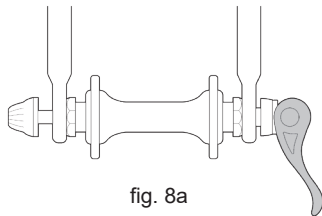

fig. 8a
2. Setzen Sie das Rad bei geradeaus gerichteter Lenkgabel so in die Gabelblätter ein, dass die Achse fest am obersten Teil der Gabel-Dropouts anliegt. Der Spannerhebel (falls vorhanden) sollte sich von der Fahrerposition aus betrachtet auf der rechten Seite des Fahrrads befinden (Abb. 8a). Für den Fall, dass Ihr Fahrrad mit einer sekundären Haltevorrichtung vom Clip-Typ ausgestattet ist, lösen Sie diese bitte.
3. Sollten Sie über einen traditionellen Spannsystem verfügen, halten Sie den Spannerhebel mit Ihrer rechten Hand in der Position "OFFEN" (Abb. 11b) und ziehen Sie gleichzeitig die Stellmutter mit Ihrer linken Hand an, bis diese handfest angezogen gegen den Gabel-Dropout drückt (Abb. 8a). Bei einem Spanner-und-Außenring-System rasten die Stellmutter und der Außenring im versenkten Bereich der Gabel-Dropouts ein, sodass keinerlei Einstellung erforderlich sein müsste.